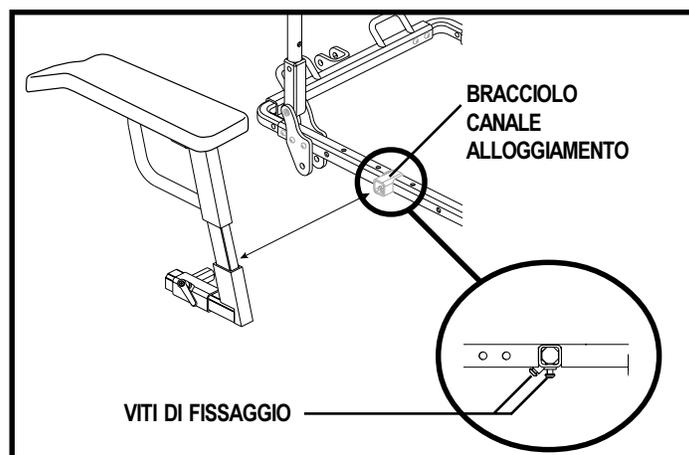

Figura 16. Regolazione della larghezza del bracciolo
1. Allentare le viti di fissaggio ubicate in fondo al canale di alloggiamento del bracciolo. Vedere figura 16.